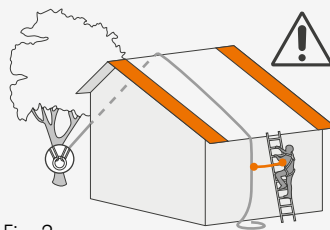

Fig. 2
- in the absence of a lifeline, creating anchor points to reach the apex of the roof (e.g. use of a natural anchor, Fig. 2);
- Si no hay línea de seguridad, creando puntos de anclaje para llegar al vértice de la cubierta (Ej. utilizando un anclaje natural Fig. 2);
- Con una línea de seguridad, siguiendo el procedimiento descrito en el manual de instrucciones correspondiente que mostrará como hacerlo. Habitualmente, el acceso a una línea de seguridad preinstalada se realiza a través de diferentes puntos de anclaje instalados en la cubierta, a los que el operario se conecta mediante un elemento de amarre en Y con absorbedor de energía (9), fijado en el anillo de enganche externo del arnés EN 361. Una vez en la línea de seguridad, el operario puede utilizar tres tipos de dispositivos de protección: